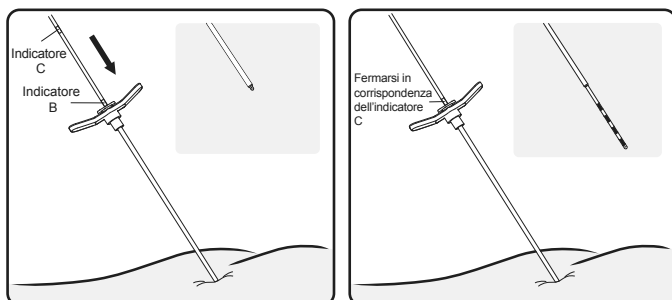

Figura 14. Inserire l'elettrocattero nell'introduttore per esporre gli elettrodi.
9. Fare avanzare l'elettrocattero nell'introduttore fino ad allineare l'indicatore visivo C con l'impugnatura dell'introduttore mentre l'introduttore viene mantenuto in posizione. Servirsi della fluoroscopia per confermare che l'estremità distale dell'introduttore sia prossimale agli elettrodi (**Figura 14**).